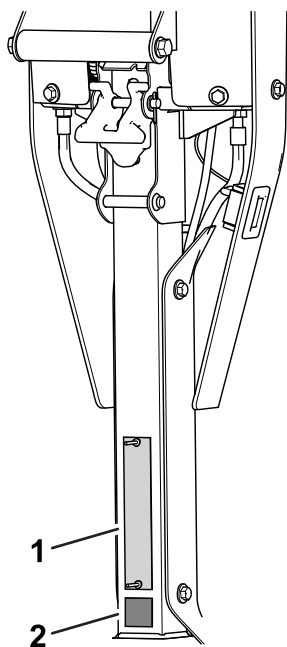

Рисунок 6
- Приклейте наклейку CE под табличкой с серийным номером (Рисунок 6).